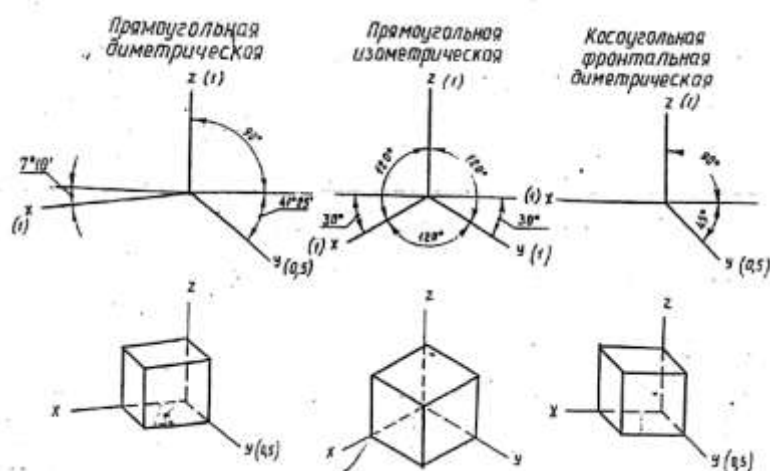

Рис.24 Виды аксонометрических проекций
- косоугольная фронтальная диметрическая проекция и др. (рис.24.)